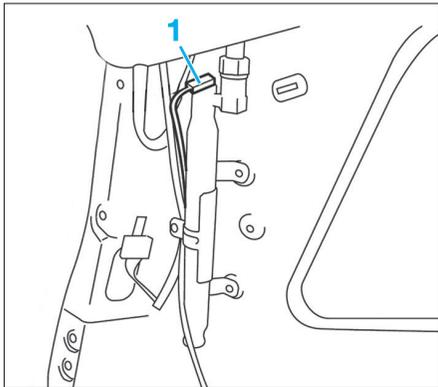

FIG. 14
- Débrancher le connecteur (1) de l'allumeur d'airbag rideau (Fig.14).